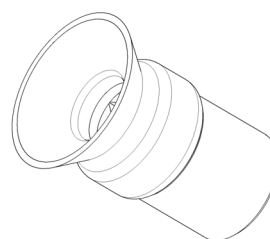
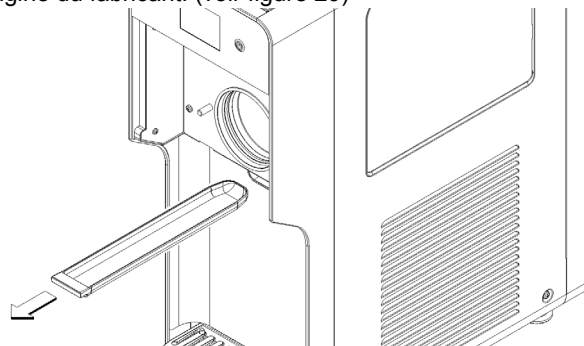

figure 29
figure 30
- 2 Toutes les semaines** : vérifier l'usure de la garniture du joint du racleur. Si elle est usée, la remplacer par une pièce de rechange d'origine du fabricant. (voir figure 29)
- 3 Toutes les semaines** : vérifier la présence de fuites éventuelles en enlevant le bac spécial (voir figure 30). Dans le cas vérifier il est correctement installé et l'usure du joint du racleur. Si il est usé, le remplacer par une pièce de rechange d'origine du fabricant. (voir figure 29)